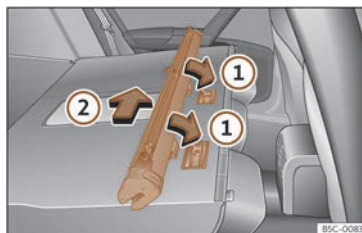

Fig. 183 Monter le filet de séparation sur le dossier de la banquette arrière.
- Placez la structure du filet sur les renforcements des rails de fixation dans le sens des flèches >>> **fig. 183** ①.
- Poussez la structure vers le côté gauche du véhicule dans le sens de la flèche >>> **fig. 183** ② et jusqu'à la butée.
- Tirez la structure du filet de 5 cm environ dans le sens contraire à celui de la flèche >>> **fig. 183** ②.
- Retirez la structure du rail de maintien en tirant dans le sens contraire à celui des flèches >>> **fig. 183** ①.